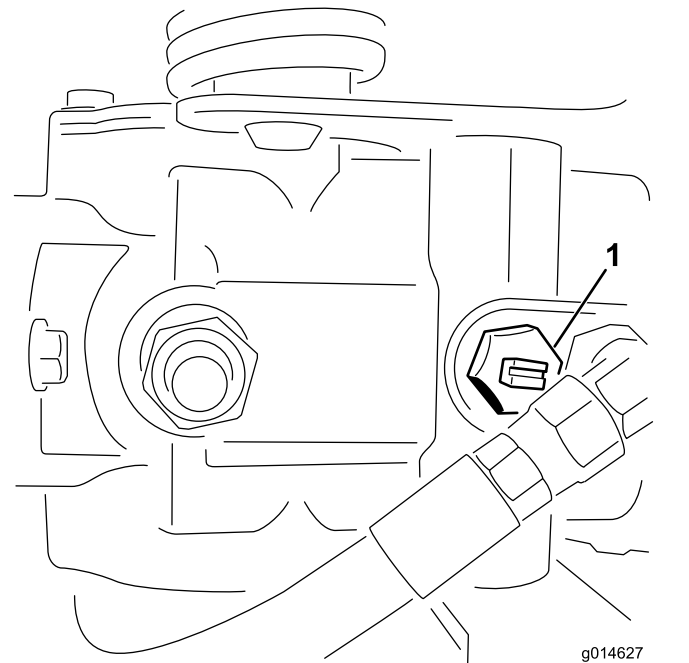

Bild 24
1. Ermitteln Sie das Sicherheitsventil an der Pumpe und drehen es so, dass der Schlitz vertikal ist (Bild 24).
2. Schließen Sie vor dem Starten des Motors das Sicherheitsventil. Drehen Sie den Schlitz des Ventils in die horizontale Stellung (Bild 24).